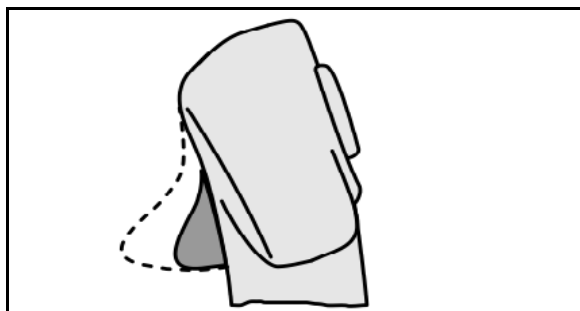

Fig. 115
- med multifunktionsgrebet Fig. 115.